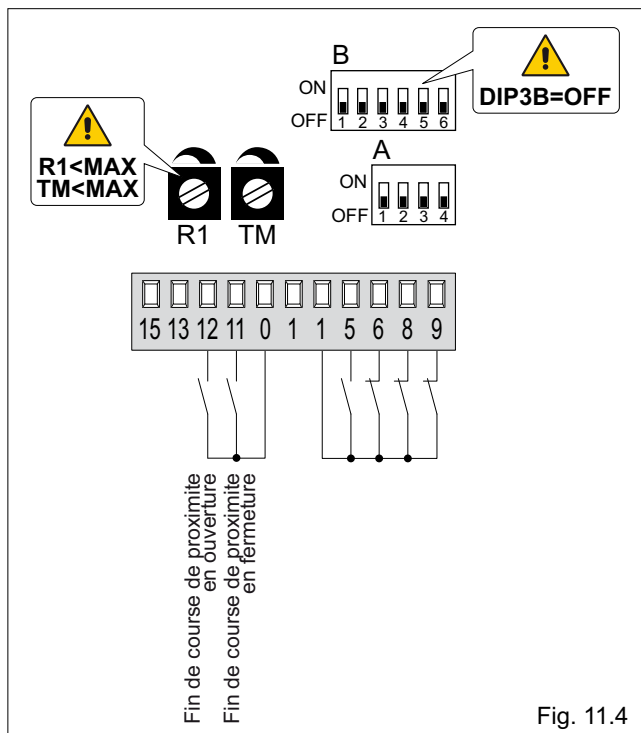

Fig. 11.4
**(Fig. 11.4) Le vantail s'arrête sur les butées mécaniques et s'inverse sur les obstacles.**